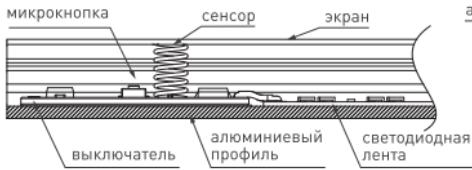

Рисунок 2. Выключатель, установленный в профиль.
- 3.3. Установите выключатель в профиль, приклейв его на двусторонний скотч таким образом, чтобы надетый на профиль экран поджимал сенсор [пружину] выключателя. Если сенсор не прижимается ко внутренней части экрана — используйте прокладку необходимой высоты (см. Рис. 2). При этом расстояние от платы выключателя до нижней части экрана должно быть в пределах от 5 до 10 мм и толщина экрана (рассеивателя) не должна превышать 3 мм.